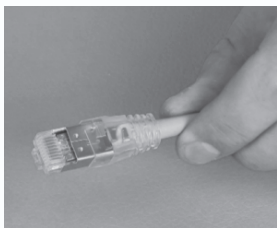

图4-52 安装护套
14) 安装水晶头护套。将护套向前插入水晶头, 护套上的两个孔卡入水晶头上的两个凸台中, 这样就完成了水晶头的制作, 如图4-52所示。